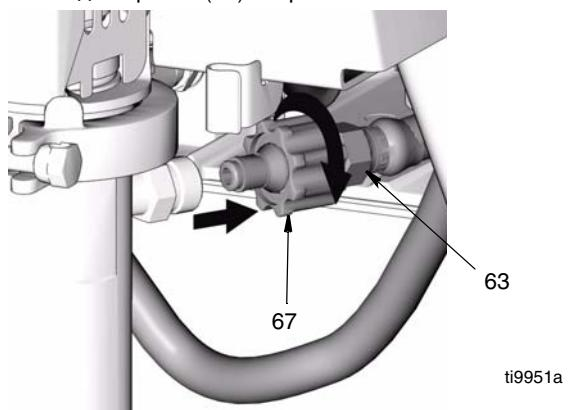

Рис. 7
3. (Рис. 7) Отсоедините фитинг шланга для краски (67) и шланг для краски (63) от фитинга насоса.